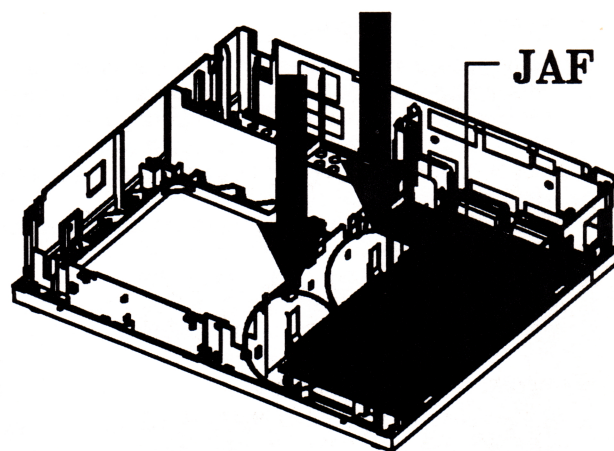

Fig. 9
- Door de twee klikhaakjes te ontgrendelen (zie afb. 9) kan men de JAF-Print uit de behuizing verwijderen.